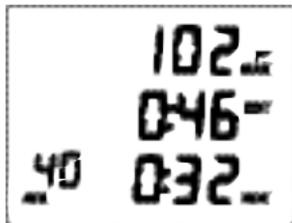

Fig. 73 - PARADA SEGURIDAD DENTRO CURVA ALT 1
**PARADA SEGURIDAD DENTRO CURVA ALT 1; ésta es la información mostrada (Fig. 73):**